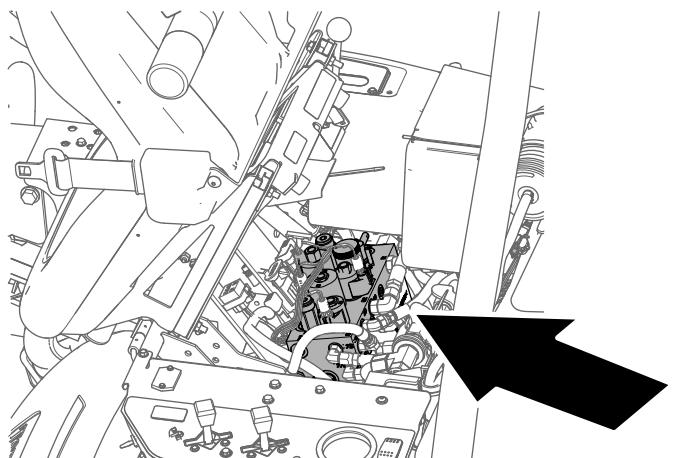

Figura 52
2. Incline el asiento del operador hacia adelante y coloque la varilla de sujeción (Figura 52).